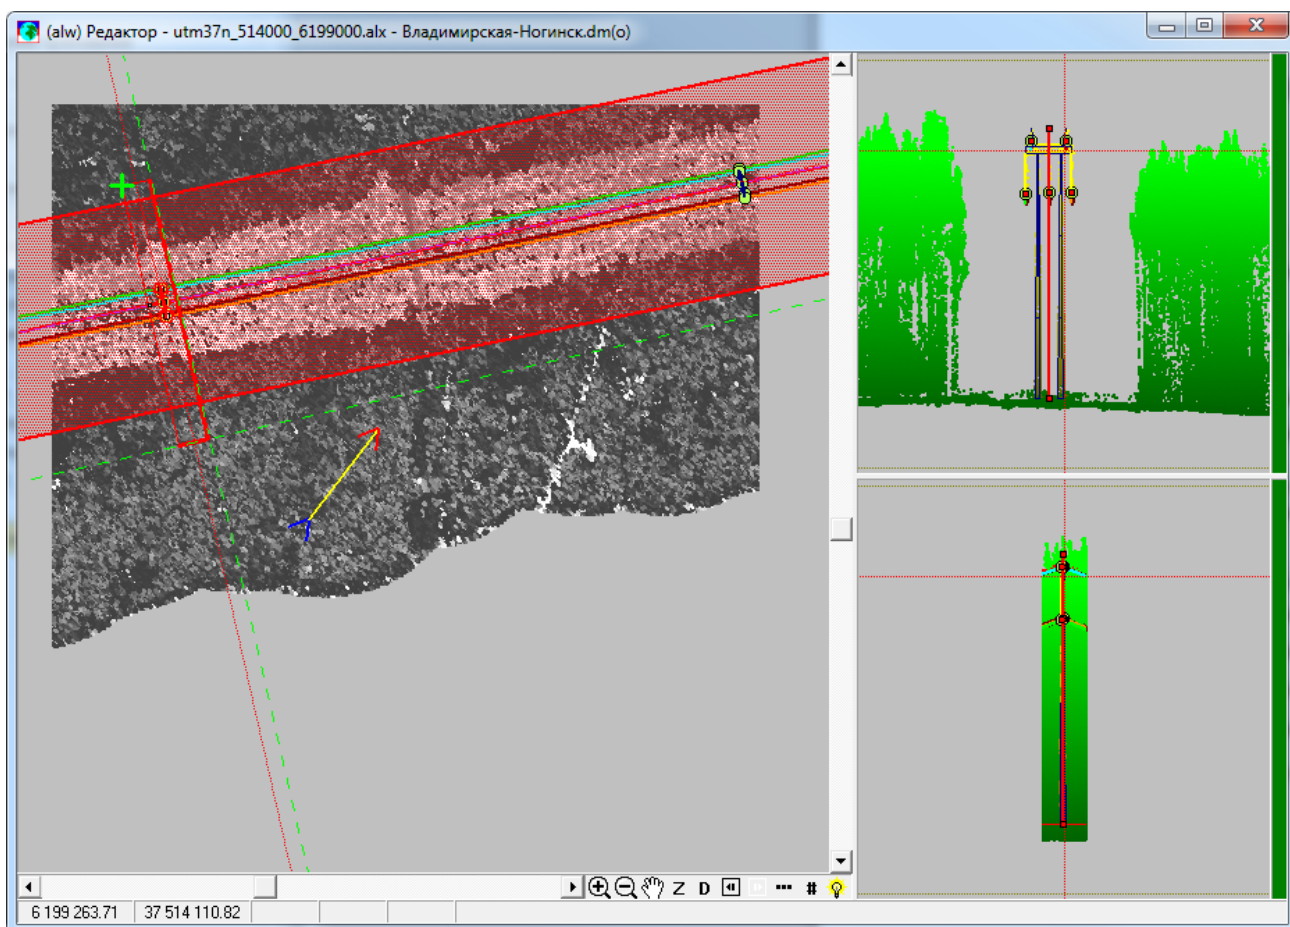

Рис. 39 Окно карты с загруженными ТЛС
- В появившемся окне задайте код объекта 53511000 (опора), тип «Знак», код характеристики 703 (номер опоры) и ее значение 1864. По кнопке «Первый» найденная опора будет выделена на карте. Увеличьте карту в районе выделенного объекта, используя инструмент . Убедитесь, что ТЛС загружены, для построения профильного коридора воспользуйтесь инструментом  (Рис. 39):